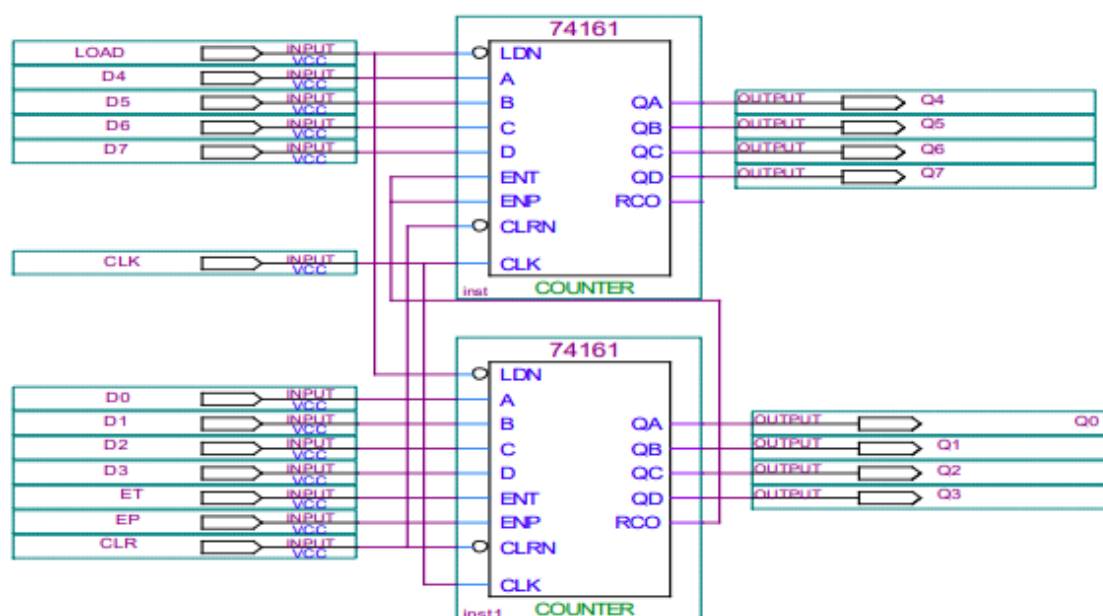

图 13-3 UPC 的设计图
(1) 微程序计数器 μPC 的设计，完成 8 位具有加 1 功能和清除功能的计数器设计并封装，如图 13-3。